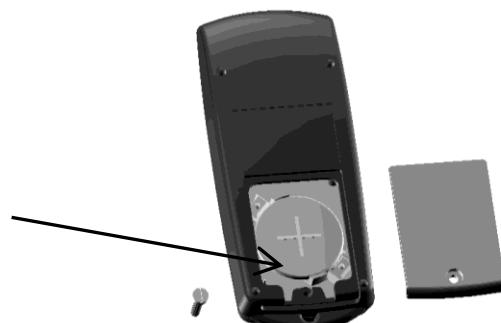

Fig. 5
- Insérez la pile neuve dans son support : **le « + » inscrit sur la pile doit être visible** (cf. Fig. 5).
Appuyez sur une touche : si la LED verte située en haut de votre télécommande s'allume, votre pile est bien insérée. Si la LED ne s'allume pas, votre pile est insérée dans le mauvais sens, replacez-la dans le bon sens (cf. Fig. 5 ci-dessous : le signe + de la pile doit être visible).